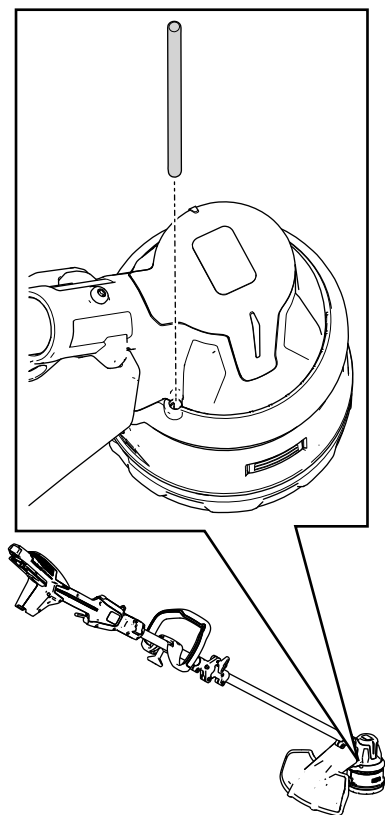

Figure 16
2. Insérez un outil de petit diamètre (comme un tournevis) dans le boîtier du moteur et dans la rainure du ventilateur pour immobiliser la tête de coupe et l'empêcher de tourner toute seule (Figure 16).